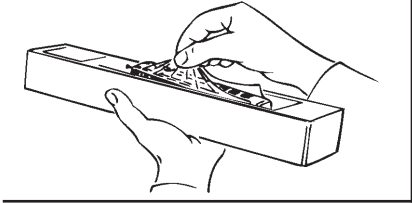

Fig. 2
**Aufrüstung:** Sie können für Ihren Fahrbetrieb unter verschiedenen Kupplungen wählen (Fig. 2).
**Operating instructions:** Before use is advisable to let the loco go around about 30 minutes forwards and 30 minutes backwards without load, to obtain an optimal circuit and best tractive power. The smallest radius this model should run is **R3** (419,6 mm) or rather **R2** (358 mm) of the ROCO track system (model without tubes protection pistons would run only if driven very carefully on **R2**) (fig. 2).
**Fittings:** Operation is possible with different couplings (fig. 2).
**Conditions de rodage:** Afin d'assurer les meilleures conditions de marche tranquille et de traction puissante à votre modèle nous vous conseillons un rodage du modèle de 30 minutes environ en marche avant et d'autres 30 minutes en marche arrière. Pendant cette période la marche doit se faire "haut le pied". Le rayon minimal admissible du modèle présent est fixé à 419,6 mm, soit le rayon **R3** des voies ROCO. Le rayon **R2** (soit 358 mm) exige par contre la suppression uniquement des tiges de piston (fig. 2) mais néanmoins une marche lente, sinon il y a risque de déraillement.
**Les attelages:** En vue d'une exploitation pratique sur votre réseau vous pouvez choisir parmi plusieurs types d'attelages conformes aux différents systèmes d'attelage pratiqués en H0 (voir fig. 2).